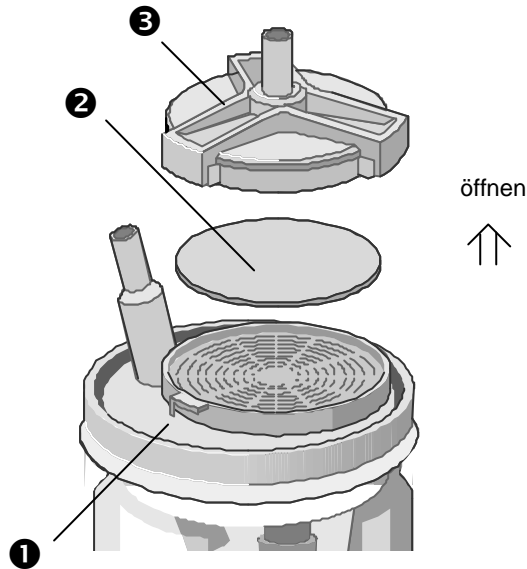

Bild 6. Filter
- Sekretbehälter und Sekretbehälterdeckel lassen sich unter fließendem Wasser spülen oder in einem Waschautomaten reinigen. Hierzu entfernen Sie vorher den Bakterienfilter (Bild 6). Das Gerät selbst kann mit einem feuchten (nicht nassen) Tuch abgewischt werden.
- ① Sekretbehälterdeckel
- ② Filterscheibe
- ③ Bakterienfilterdeckel
Im Sekretbehälterdeckel befindet sich ein Bakterienfilter (②, Bild 6), welcher das Geräteinnere vor Kontaminierung schützt und durch seine hydrophobe Eigenschaft Flüssigkeiten stoppt. Er verhindert zusammen mit der mechanischen Überlaufsicherung das Einsaugen von Absauggut in das Geräteinnere und dadurch den Ausfall des Gerätes. Die Basis des Filtermaterials ist eine poröse Teflonschicht, die auf ein Trägermaterial (Polyestervlies) aufgebracht ist. Die Porengröße des Teflonmaterials ist 1µm.